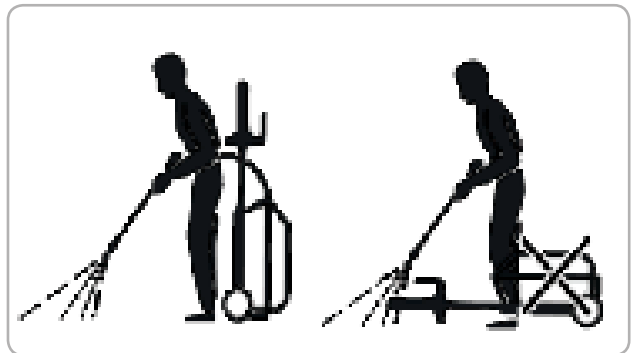

Fig.10
- Aparatul de spălat trebuie utilizat pe o suprafață sigură, stabilă, poziționat conform Fig 10.